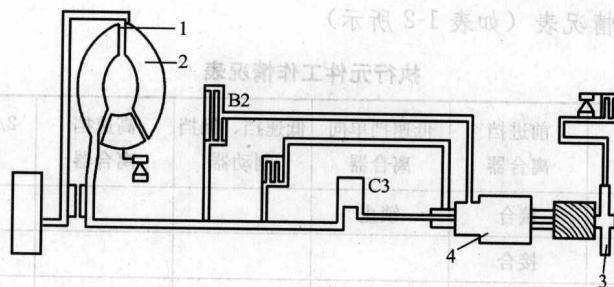

图 1-7 液力 4 挡动力传递路线
(4) 4 挡。液力式 4 挡时，离合器 C3 接合，制动器 B2 起作用，其动力传递路线为（如图 1-7 所示）：泵轮（顺）→涡轮（顺）→涡轮轴（顺）→离合器 C3（顺）→行星架（顺）→此时由于 B2 起作用，大太阳轮固定不动→长行星齿轮在作顺时针自转的同时作顺时针的公转→驱动齿圈作顺时针方向转动。